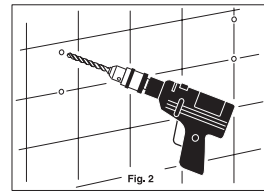

Fig. 2
- Drill 1/4" diameter holes where indicated. **Fig. 2.**
- Taladre huecos de 0,6 cm (1/4") de diámetro en los lugares indicados. **Fig. 2.**
- Percez les trous de 0,6 cm où vous l'avez indiqué. **Fig. 2.**